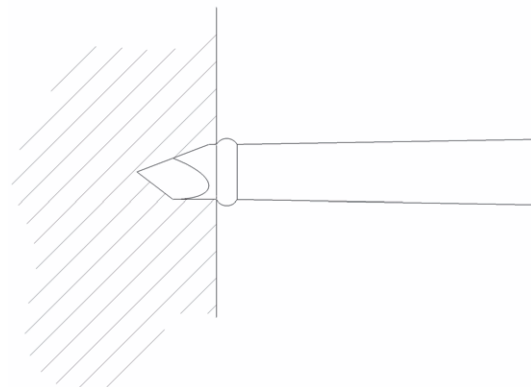

Fig. 1 Syl helt indført
- Før aldrig sylen længere ind end den hævede kant, se Fig. 1.